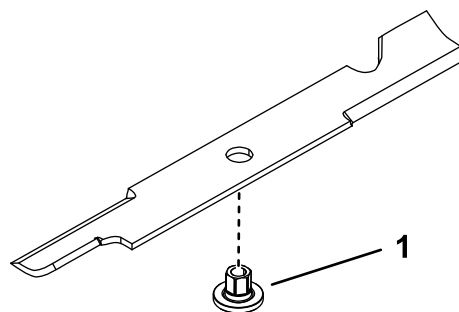

Figure 110
1. Insérez la douille dans la lame en plaçant l'embase sur le côté inférieur (côté herbe) de la lame (Figure 110).